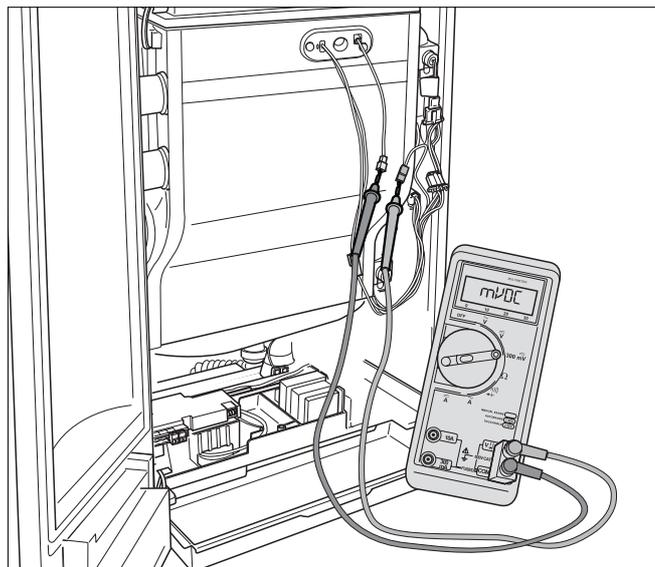

Fig. 74 Misurazione della corrente di ionizzazione
- Collegare in serie il dispositivo di misurazione (Tester) (fig. 74). Nell'apparecchio di misurazione, selezionare la scala in corrente continua, in  $\mu\text{A}$ . È necessario che l'apparecchio di misurazione disponga di una risoluzione di almeno  $1 \mu\text{A}$ .